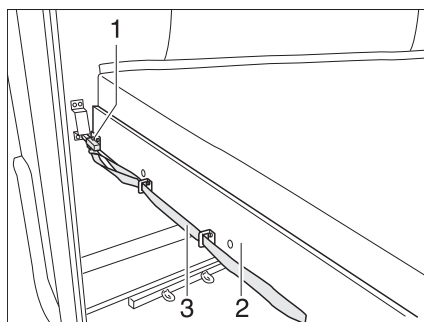

Fig. 95 Lit superposé (arrière)
- Tirer sur la boucle (Fig. 95,3) et désenclencher le verrou (Fig. 95,1).
- Tirer le sommier à lattes (Fig. 95,2) avec le matelas vers l'avant jusqu'à ce qu'il s'enclenche.